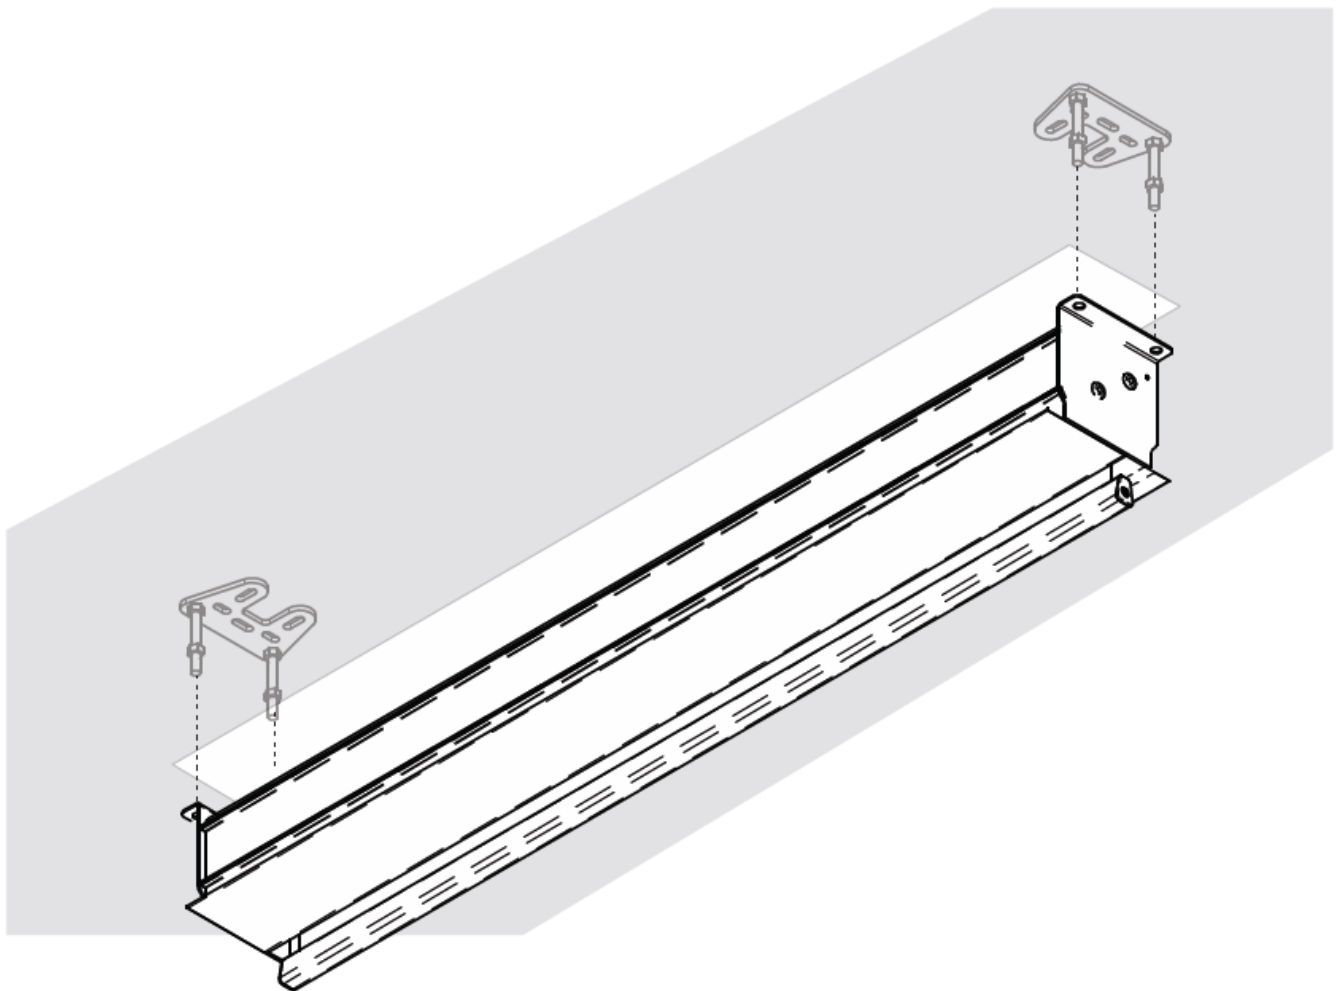

Рис. 6
10. После подключения питания и управления, вставьте экран в нишу, так, чтобы шпильки попали в крепежные отверстия на корпусе. Используя торцевой ключ, закрепите экран на шпильках с помощью четырех гаек М8. Проверьте точность и надежность крепления всей конструкции (рис. 6).